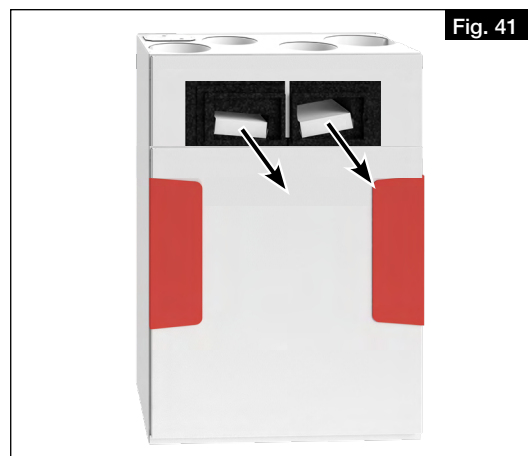

Fig. 41
2. Retirer le filtre vers l'avant et le changer (voir Fig. 41).